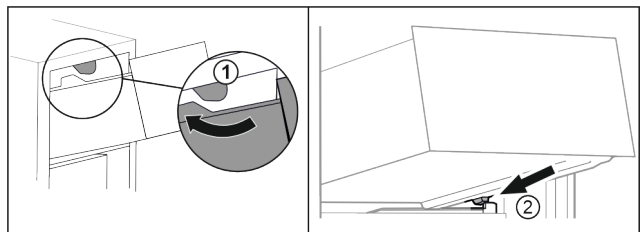

Fig. 132
- ▶ Guider le tiroir en contournant les butées supérieures. Fig. 132 (1)
- ▶ Placer le tiroir, en l'inclinant, derrière les butées inférieures sur la nervure de récipient. Fig. 132 (2)